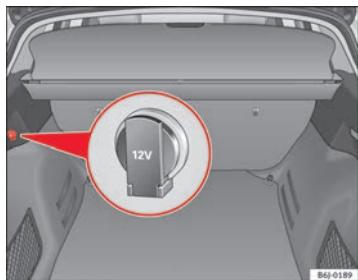

Abb. 82 Ausschnitt aus der Seitenverkleidung des Gepäckraums: 12-Volt-Steckdose
- Die Abdeckkappe der Steckdose anheben ⇒ Abb. 82.